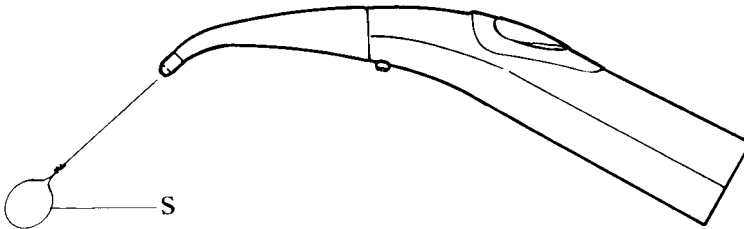

Abb. 3
- Falls die kleinen Düsen an der Kanüle für Wasser und Luft verstopft sein sollten, mit dem Stift "S" reinigen (Abb. 3).